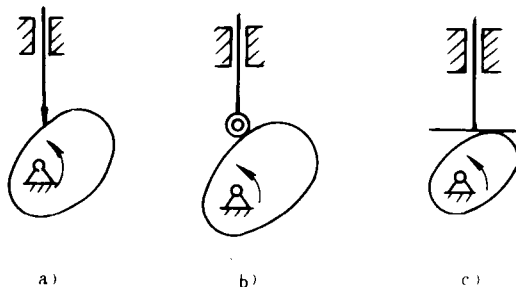

图 2-3
5. 图 2-3 所示凸轮机构中, 哪一种从动件的摩擦损耗小且传力性能较好? ()